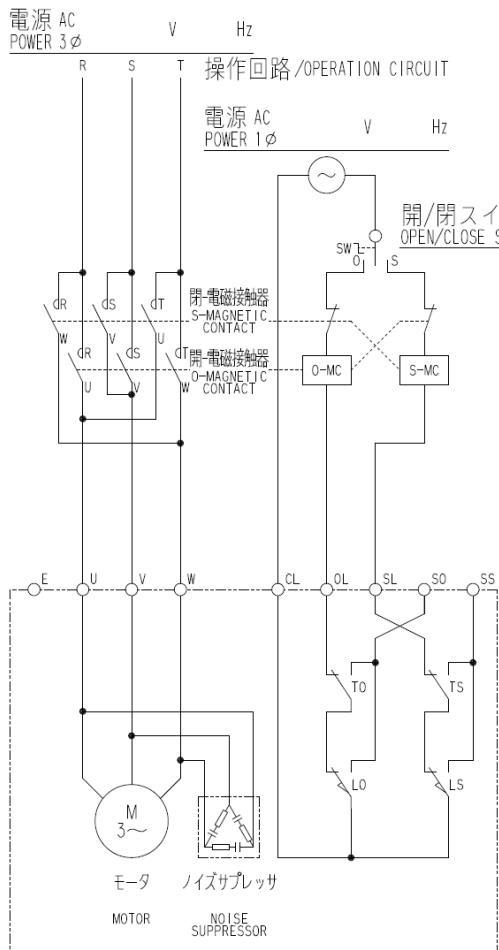

図6：B形内部接続図
- (1) スイッチカバーを取り外します。スイッチカバーとハウジングの間にはOリングが入っていますので、紛失したり傷を付けないように注意してください。
- (2) ケーブルをケーブルランドに通しケーブル先端に圧着端子を取付けます。圧着端子のかしめは適正工具で確実に行ってください。
- (3) 図6、7に制御動作B及びCの標準接続図を示します。制御動作C EやC X、その他特殊仕様の場合、本図通りでは無いことがありますので、接続図や仕様書で確認してください。
- (4) 端子台への接続は、プラスドライバーの2番を使用し確実に行ってください。
- (5) 配線終了後、Oリングの挟み込みに注意してスイッチカバーを取付けてください。